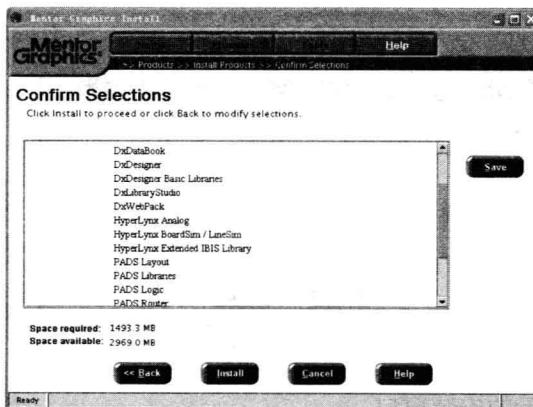

图 1-17 确认要安装的产品
(11) 根据需要选择要安装的产品，单击按钮 **Next >**，弹出如图 1-17 所示的确认安装窗口。